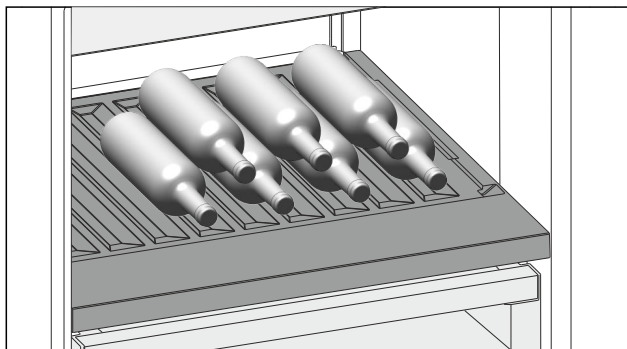

Fig. 215 Példaként szolgáló ábrázolás
- ▶ A palackokat az aljukkal hátrafele helyezze a hátfalhoz. (lásd Fig. 215)